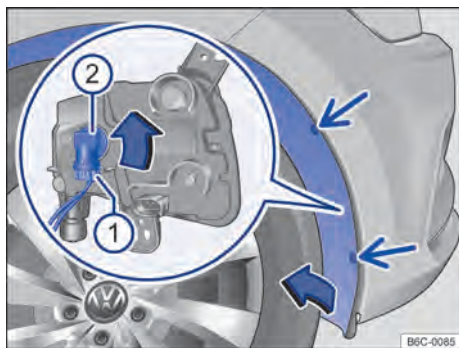

Fig. 185 Na caixa de roda dianteira: acesso à lâmpada incandescente do farol de neblina.
- ①** Observar a lista de controle e executar as ações → Página 244.
- ②** Remover os parafusos de fixação do revestimento da caixa de rodas → **Fig. 185** (setas) com o auxílio de uma chave de fenda.
- ③** Pegar o revestimento da caixa da roda pelos cantos entre os furos dos parafusos de fixação soltos e pressionar um pouco para o lado interno do veículo, para poder soltar o clipe de dentro.
- ④** Rebater com cuidado o revestimento da caixa de roda para o lado.
- ⑤** Retirar o conector de alimentação da lâmpada → **Fig. 185** **①**, pressionar, ao mesmo tempo, a trava de fixação do conector.
- ⑥** Girar o soquete da lâmpada → **Fig. 185** **②**, no sentido anti-horário até o batente, e desencaixá-lo do alojamento.
- ⑦** A lâmpada do farol de neblina está fixada no soquete, devendo ser trocado o conjunto lâmpada e soquete.
- ⑧** Substituir a lâmpada incandescente queimada por uma lâmpada incandescente nova do mesmo modelo.
- ⑨** Pressionar o soquete da lâmpada no farol e girar no sentido horário até o batente.
- ⑩** Certificar-se de que o soquete está corretamente fixado no farol.
- ⑪** Encaixar o conector de alimentação **①** no soquete da lâmpada. o conector precisa encaixar audivelmente.
- ⑫** Rebater de volta o revestimento da caixa de roda, de modo que o clipe de dentro se encaixe.
- ⑬** Recolocar os parafusos de fixação → **Fig. 185** (setas) e apertá-los.